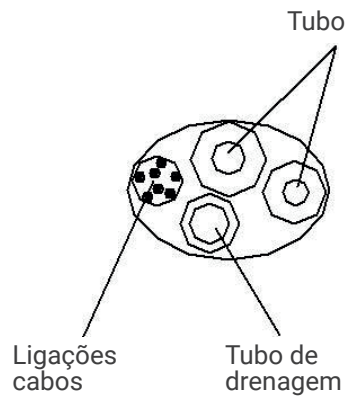

Fig.6
- a. Conexão do tubo traseiro direito (semelhante ao tubo inferior direito) (opcional, consulte a Fig. 6)